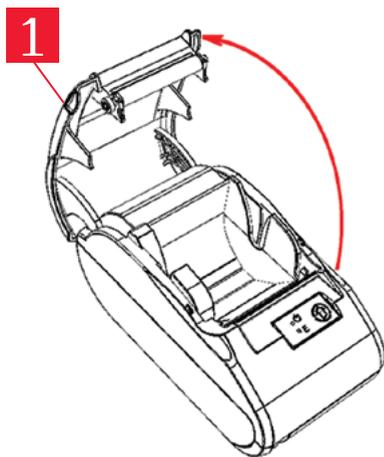

Рисунок 4. Открытие крышки изделия
1. Удерживая корпус устройства, аккуратно с усилием отделить крышку 1, затем откинуть крышку (рисунок 4).